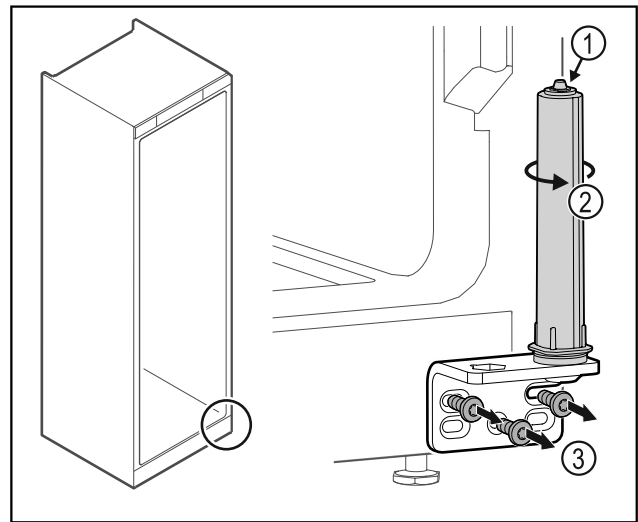

Fig. 38
- Nerozebírejte uzavírací systém dvířek Fig. 38 (1).
- Otáčejte uzavíracím systémem Fig. 38 (2), dokud nezacvakne.
- Odšroubujte úhelník závěsu Fig. 38 (3).